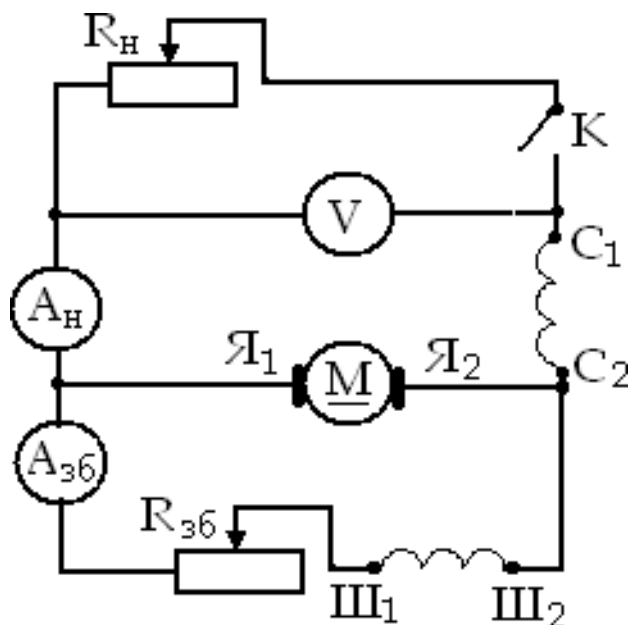

Рис. 1. Електрична
2. Дослідити характеристику холостого ходу генератора з паралельним збудженням. Для цього скласти електричне коло за схемою (рис. 1), з'єднати провідником (закоротити) клема C_1 - C_2 послідовної обмотки збудження і ключем К вимкнути навантаження. Реостатом R_{36} встановити номінальну напругу на затискачах генератора. Регулюючи величину струму збудження, зменшити напругу на клемі генератора від номінального значення U_n до $U=0,5U_n$. Покази приладів записати до таблиці 1 для 5 випадків.